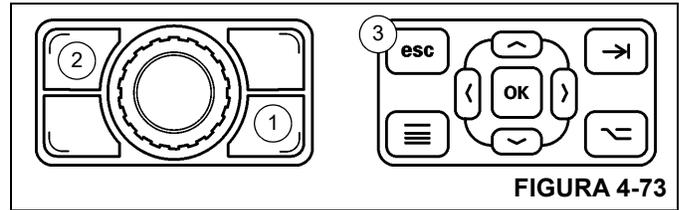

FIGURA 4-73
- Oprima el botón de cambio de pantalla (1, Figura 4-73) en el cuadrante selector para seleccionar el control de pantalla del ODM, luego oprima el botón de escape (2).
- Oprima el botón de escape (3, Figura 4-73) en el panel de control de navegación en el ODM.